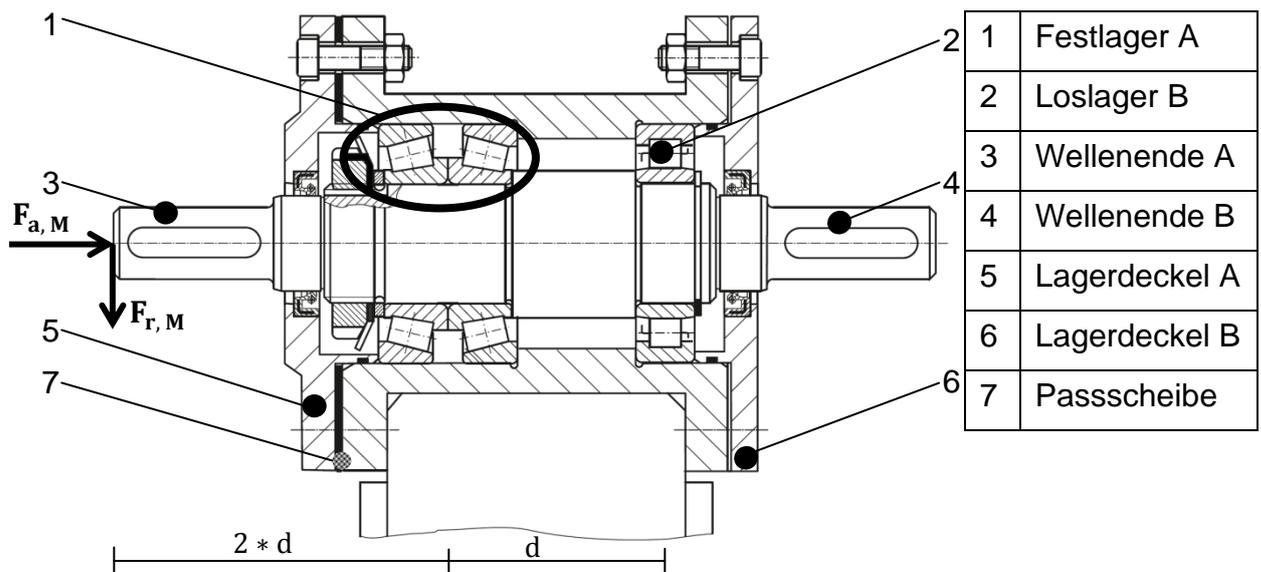

Abbildung 2-1: Lagerkonfiguration für die Langzeituntersuchung
Mit der in Abbildung 2-1 dargestellten Lageranordnung soll in Langzeitversuchen die Eignung eines Schmiermittels zur Verbesserung der Lebensdauer von Kegelrollenlagern unter Laborbedingungen untersucht werden. Die Festseite A (1) besteht aus zwei identischen in X-Anordnung einreihig zusammengepassten Kegelrollenlagern mit dem Druckwinkel  $\alpha=30^\circ$ . Als Loslager B (2) ist ein Zylinderrollenlager montiert.
- a) Erstellen Sie ein Freikörperbild der Lageranordnung und berechnen Sie die Lagerkraft  $F_{r,A}$  aus den in Abbildung 2-1 und Tabelle 2-1 gegebenen Daten.